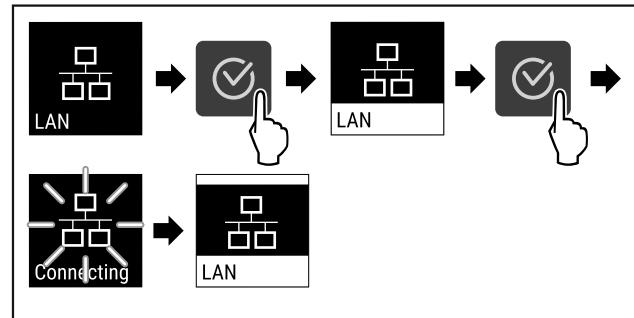

Fig. 80
- Провести етапи операцій (див. Fig. 80).